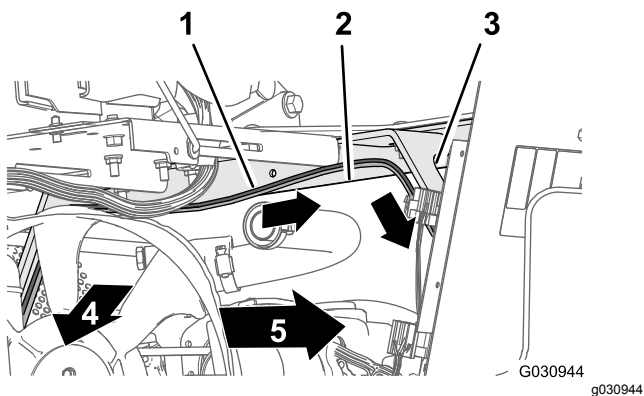

図 137
2. ワイヤハーネスの165cmの枝線を、シートボックスのアンクル部材を横断して下へ、エンジンシュラウドの左側サポートに沿って導く **図 137**。